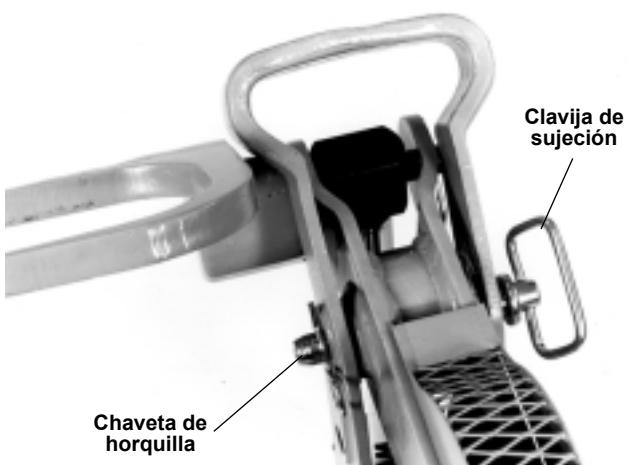
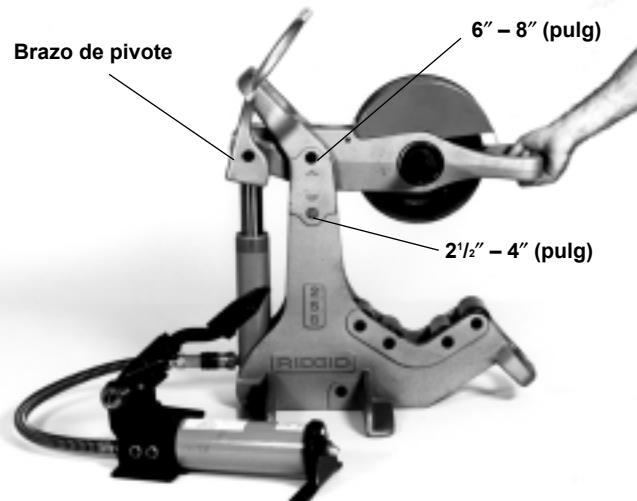

Figura 9 – Extracci ón de la chaveta de horquilla y la clavija de sujeci ón
Figura 10 – Regulaci ón del brazo de pivote
- a. Extraiga la chaveta de horquilla y la clavija de sujeci ón fuera del brazo de pivote (Figura 9). Mueva el brazo de pivote al agujero marcado (6" - 8") 6 a 8 pulgadas. (CONSEJO: Accione la bomba de pie para elevar el brazo de pivote.) Alinee el agujero en el brazo de pivote con el agujero en el bastidor del Cortatubos, luego inserte la chaveta de horquilla y la clavija de sujeci ón. Emplee el mango en el extremo delantero del brazo de pivote para cambiar de posición (Figura 10).